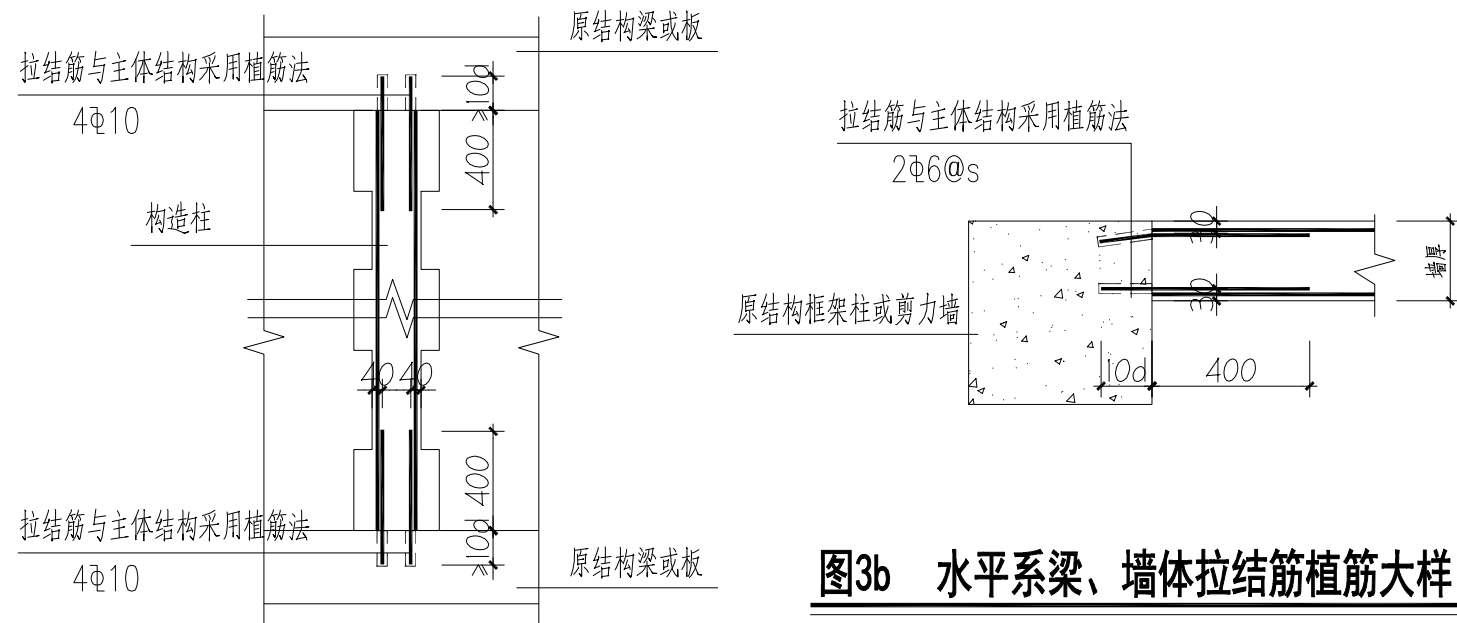

图3a 构造柱植筋大样
15.4 构造柱纵筋、水平系梁纵筋、墙体拉接筋等与主体结构的连接均采用植筋做法,详见图3a、图3b。植筋深度不小于 $10d$,植筋胶需采用A级胶,其性能与施工技术要求应满足《工程结构加固材料安全性鉴定技术规范》(GB50728-2011)第4.2.2条要求,及《混凝土后锚固连接》14G308第52页的相关规定,并按《砌体结构工程施工质量验收规范》GB 50203的要求进行实体检测。